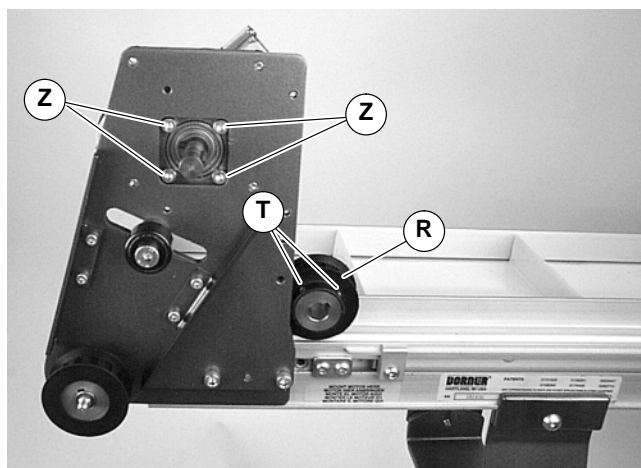

Abbildung 18
5. Zwei (2) Stellschrauben lösen (T siehe Abbildung 18). Die Antriebszahnscheibe ausbauen (R).
6. Vier (4) Schrauben (Z) entfernen, und Getriebemotor lösen.
7. Neuen Getriebemotor mit vier (4) Schrauben (Z) montieren. Mit 5 Nm festziehen.
8. Die Antriebszahnscheibe (R siehe Abbildung 18) ersetzen, und Madenschrauben festziehen (T).